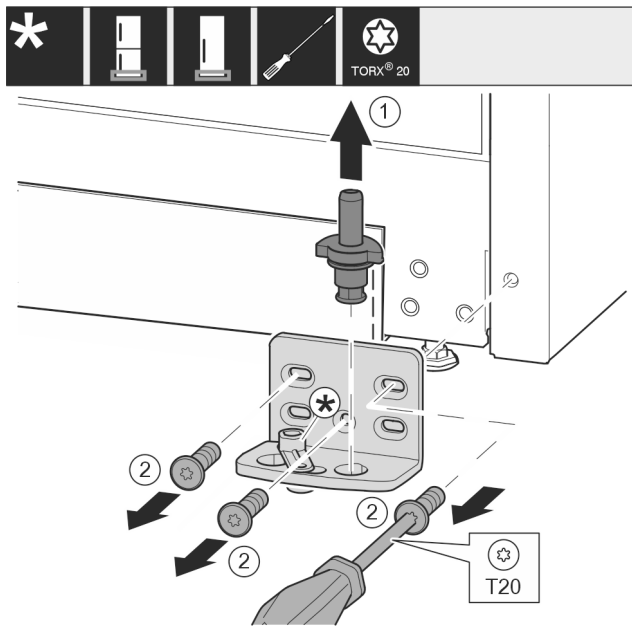

Fig. 17 \*
- ▶ Estrarre completamente verso l'alto i perni di supporto Fig. 17 (1).\*
- ▶ Svitare le viti Fig. 17 (2) con un cacciavite e rimuovere il blocco di supporto.\*